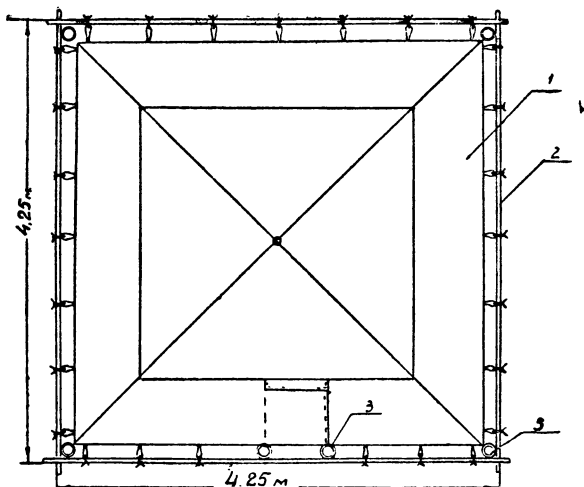

Рис. 10. Схема крепления палатки зимой за жерди;
41. 30 штук приколышей палатки зимой лучше заменить 4 жердями. Из жердей сделать квадратное основание размером $4,25 \times 4,25$, положив их на землю и прикрепив в углах. Тогда низ наметов привязывается за жерди, как к гнезду. В этом случае потребуется только 2 приколыша для пол'входа и 4 приколыша для закрепления по углам квадрата из жердей (рис. 10).